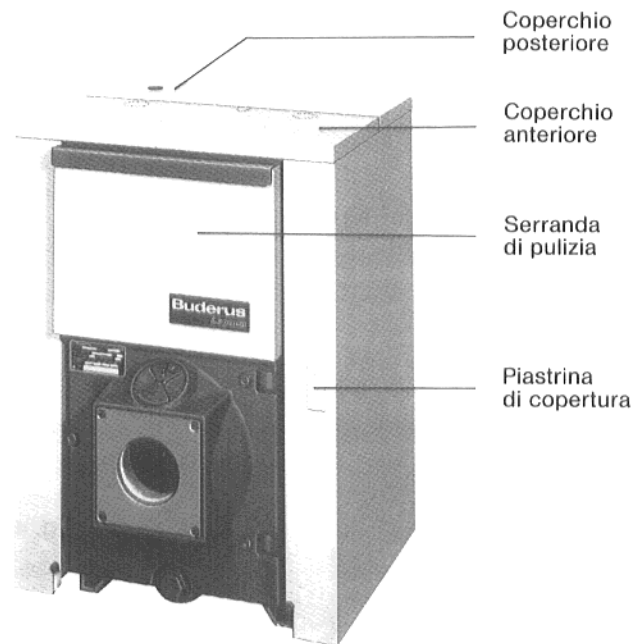

Fig. 7
5.1 Estrarre la serranda di pulizia tirando verso il fronte caldaia (Fig. 7).
5.2 Togliere i coperchi posteriore ed anteriore, svitando le viti autofilettanti, frontalmente alla traversa, nel retro alla parete posteriore (vedi Fig. 7 e 8).
5.3 Svitare la piastrina di copertura del pannello laterale destro (Fig. 7).